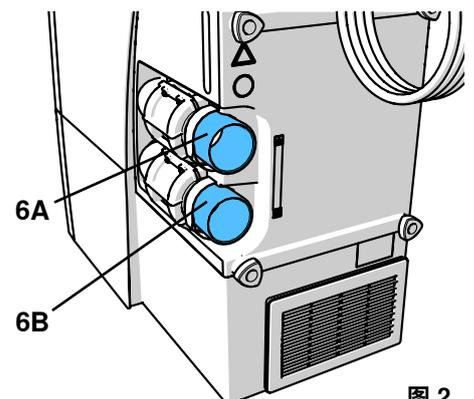

图 2
- ⇒ 按开关关掉机器 (3, 图 2)。
吸尘机是由控制面板上的按键控制的（图2）。
要设置不同的参数，请按菜单键（20，图 2）几次。